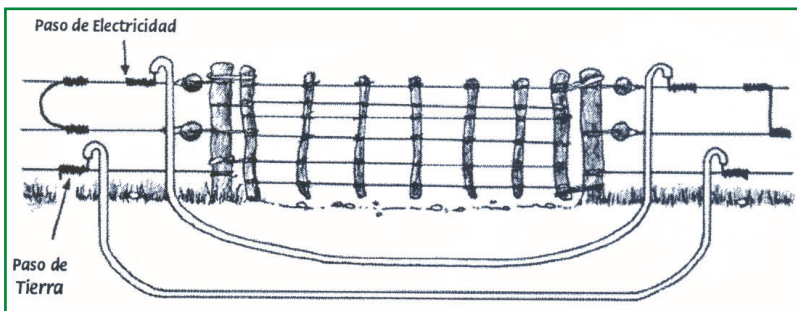

Imagen 17: Otra alternativa para conectar el alambre "vivo" y la tierra de un lado al otro de la tranquera.
* Cuando sea necesario enterrar los cables del alambrado eléctrico, como por ejemplo donde hay tranqueras, como ya se mostró (Imagen 17 y 18), se deben colocar estos alambres dentro de un conducto de material aislante. Se debe asegurar que este aislante no quede desenterrado ya que puede ser dañado por las pezuñas de los animales o las ruedas de los vehículos, carros, etc.